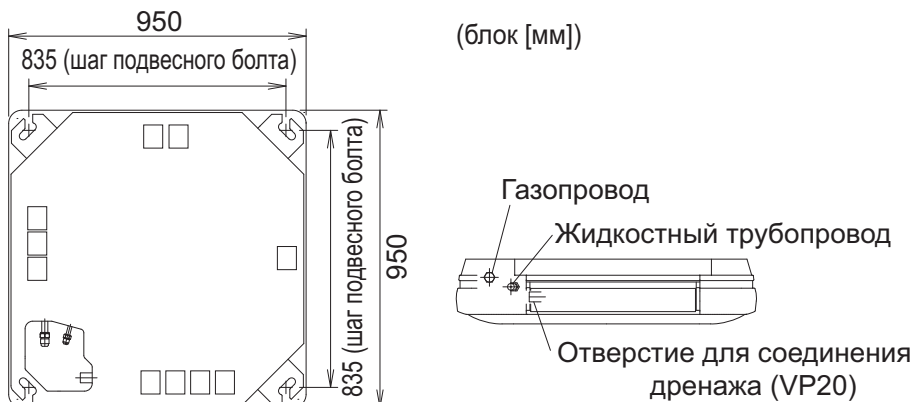
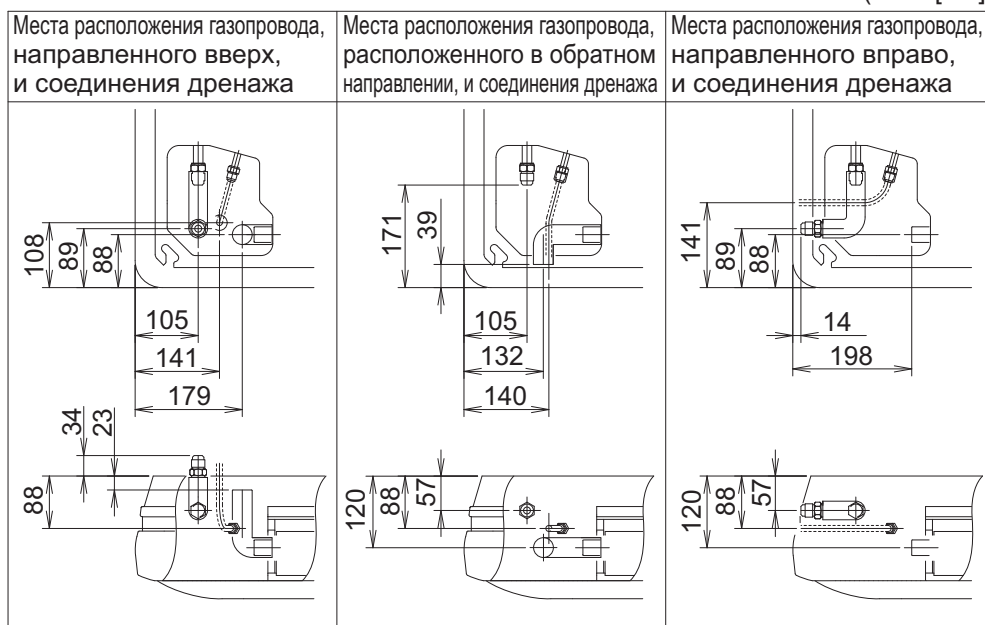

Рис. 5
Рис. 6
(1) Проверьте расположение подвесных болтов внутреннего блока, выпускных отверстий трубопровода, выпускного отверстия дренажного трубопровода и впускного отверстия электрических проводов. (На чертеже показан вид с потолка.) (См. рис. 5 и рис. 6)